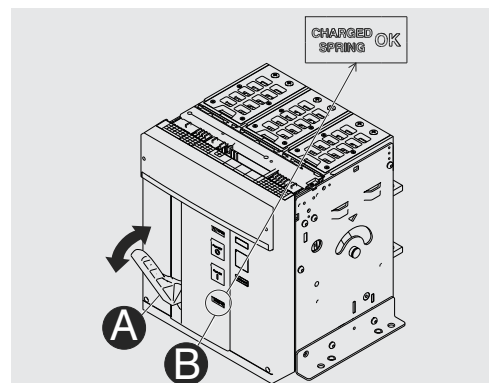

Рис. 23
2. Взвод пружин – выполнить качательные движения рычагом А несколько раз до тех пор пока индикатор состояния пружин не изменит вид на «желтый - CHARGED SPRING»), как показано на Рис. 23.